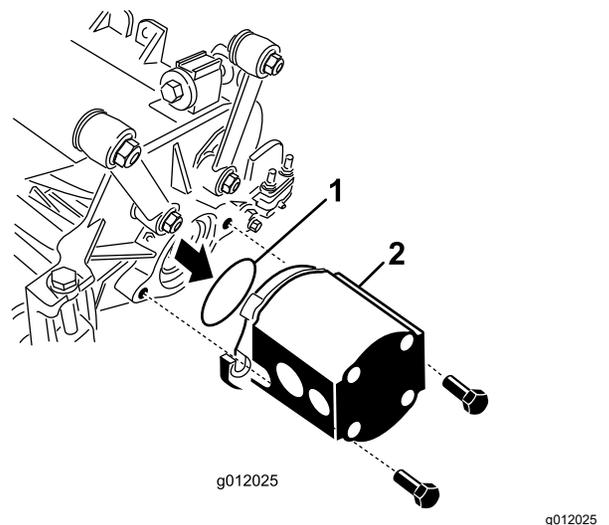

Figura 25
- Inserte la junta tórica (suministrada con la unidad de corte) sobre la brida del motor de transmisión (Figura 25).
tornillos suministrados con la unidad de corte (Figura 25).